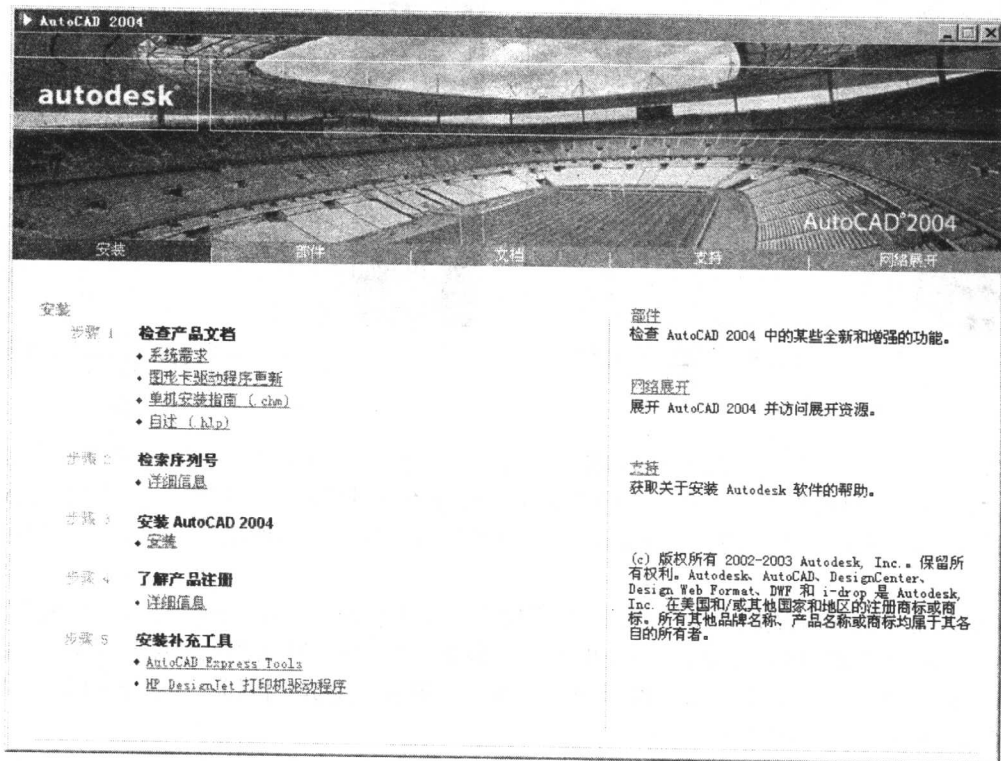

图 1-1 安装界面
- ① 关闭所有正在打开的 Windows 应用程序（包括杀毒软件等）。
- ② 将 AutoCAD 2004 的安装光盘放入光驱，系统将自动运行安装程序，弹出如图 1-1 所示的“安装界面”。